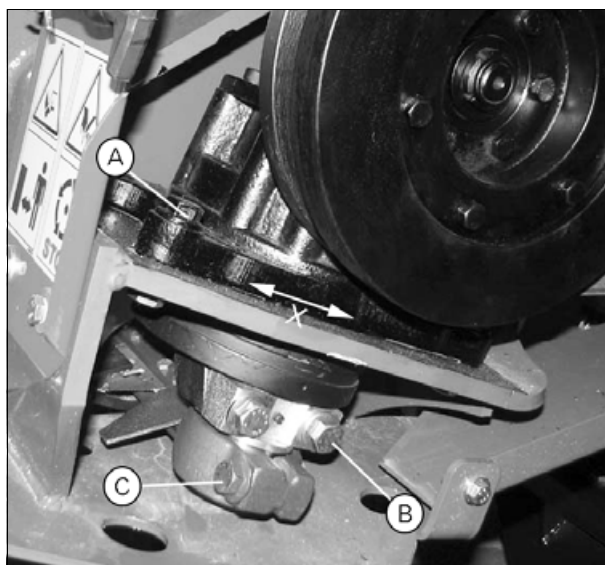

Рис. 2.
1. Установите болты (A) и мягко затяните их.
2. Установите нож и затяните болты (B) моментом 125 Нм. Мягко затяните болт (C).
3. Отрегулируйте длину вибрационной коробки в продольном направлении (X), так чтобы задняя кромка ножа касалась направляющих (D) (рис. 2).
4. Отрегулируйте вибрационную коробку так, чтобы ременный шкив стал в линию с боковой жаткой. - Приложите прямолинейную планку (E) к ременному шкиву. Отрегулируйте вибрационную коробку так, чтобы расстояние до двух U-образных секций (F) на боковине жатки было одинаковым. Затяните болты (A) (рис. 2) моментом 125 Нм.
5. Не устанавливая ремень, вручную проверните ременный шкив 8-10 раз, чтобы нож ровно стал на свое место. Затяните болт (A) (рис. 2) моментом 70 Нм.